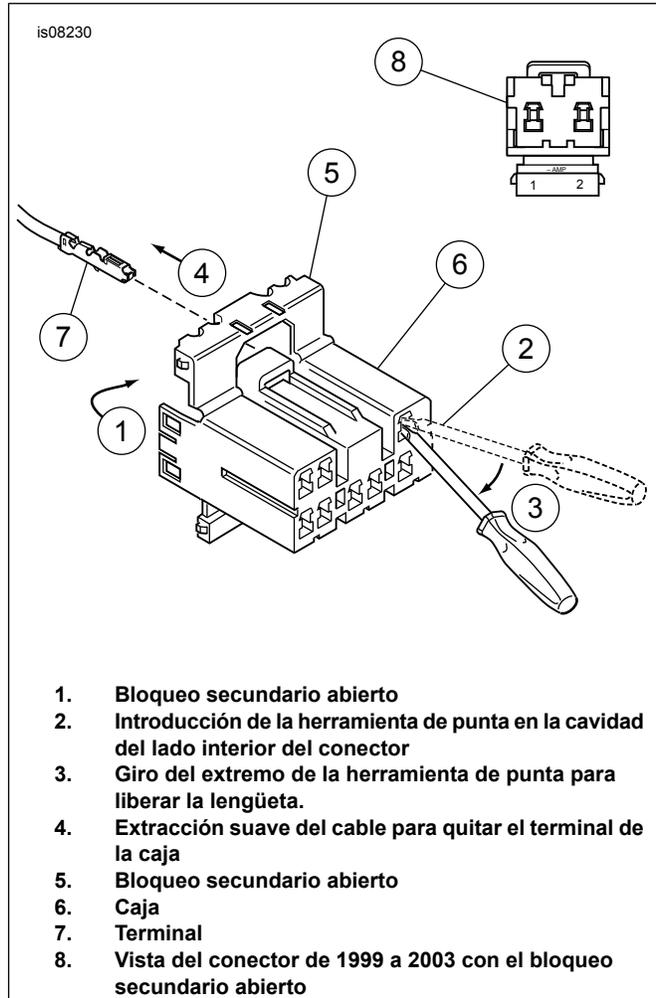

Figura 8. Conectores eléctricos Amp Multi-lock
Vea Figura 8. Los modelos de 1996 a 1998 tienen un conector Amp Multi-lock de 8 patillas debajo del asiento. Los modelos de 1999 a 2003 tienen un conector Amp Multi-lock de 2 patillas debajo del lente de la luz trasera.
3. Vea Figura 8. En los modelos de 1999 a 2003, es necesario quitar el lente de la luz trasera para obtener acceso al conector Amp Multi-lock. En los modelos de 1996 a 1998 con conectores Amp Multi-lock, vea el Manual de servicio para quitar el conector del dispositivo de retención.